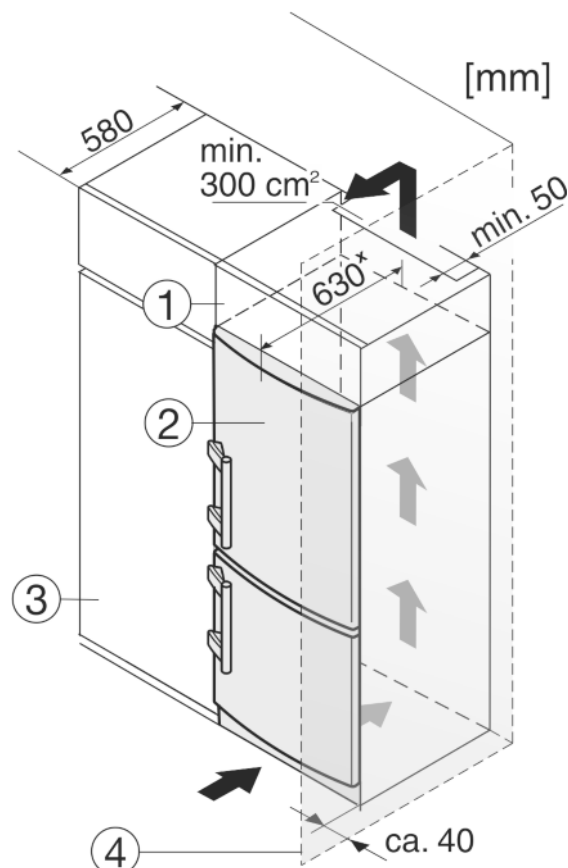

Fig. 8
Urządzenie może zostać obudowane szafkami kuchennymi. Aby dopasować urządzenie Fig. 8 (2) do wysokości ciągu szafek kuchennych, można nad urządzeniem umieścić odpowiednią szafkę nasadzaną Fig. 8 (1).
W przypadku obudowania szafkami kuchennymi (głębokość maks. 580 mm) urządzenie można ustawić bezpośrednio obok szafki kuchennej Fig. 8 (3). Urządzenie wystaje z boku o 34 mm\* i na środku urządzenia o 50 mm\* w stosunku do frontu szafek kuchennych.
Jeżeli urządzenie będzie ustawiane z zawiasami do ściany *Fig. 8 (4)*, to pomiędzy urządzeniem i ścianą należy zachować minimalny odstęp, wynoszący 40 mm. Na taką odległość wystaje klamka przy otwartych drzwiach.